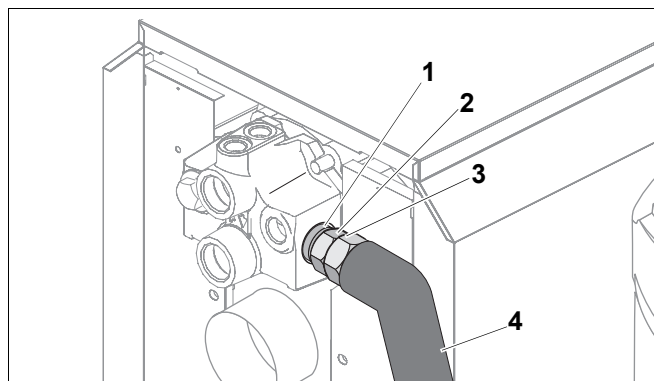

Рис. 5 Подключение обратной линии к отопительному котлу
- Установить кольцо (рис. 5, **поз. 1**) в паз двойного ниппеля (рис. 5, **поз. 2**) и закрутить ниппель в отверстие для подключения обратной линии бака-водонагревателя на отопительном котле (рис. 5).
- Уложить уплотнение (рис. 5, **поз. 3**) в накидную гайку короткого металлического гофрированного шланга (рис. 5, **поз. 4**) и прочно прикрутить к двойному ниппелю.